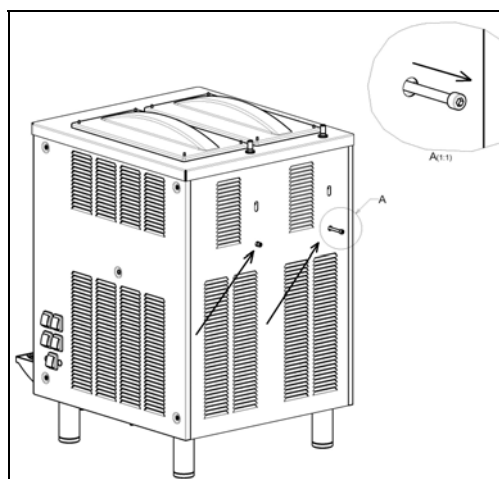

Fig. 4
**LA GAMME MP EST FOURNIE AVEC UNE VIS DE VERROUILLAGE PLACÉE SUR LE PANNEAU ARRIÈRE, ENLEVEZ CETTE VIS AVANT DE DÉMARRER L'ÉQUIPEMENT (FIG.4) ET DE LE GARDER SOIGNEUSEMENT AFIN DE LE RÉASSEMBLER EN CAS DE PROCHAINE EXPÉDITION.**
- Dans un récipient à part, diluer et mélanger le sirop avec de l'eau, selon les indications du fabricant (voir figure 4); ne jamais verser de poudres sèches, de cristaux ou de sirop concentré directement dans le bac vide.